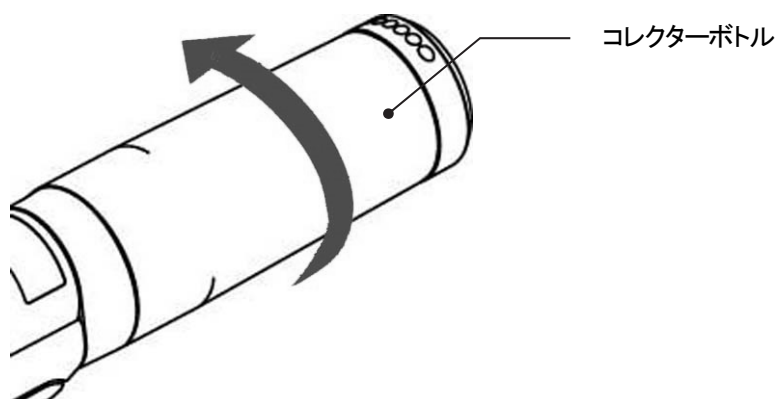

図 4-2
- 3) コレクターボトルが確実に装着されているか確認してください。確実に装着されていない場合は コレクターボトルを右に回し、確実に装着してください。(図 4-2)
(P.7 図 4-2 参照)